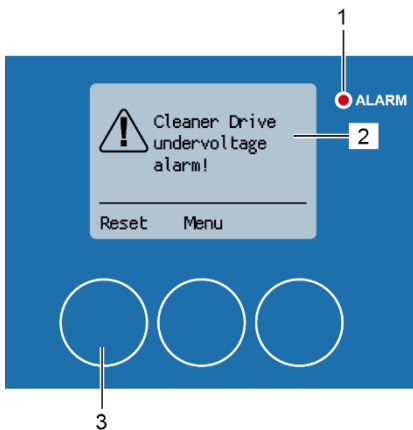

Abbildung 196: Unterspannungsalarm des Reinigerantriebs
Die Alarmmeldung „Reinigertreiber Unterspannungsalarm!“ (Abbildung 196/2) wird während des Reinigungsvorgangs angezeigt, wenn es ein Problem mit der Stromversorgung des Rotorreinigerantriebs gibt. Die rote Alarm-LED (Abbildung 196/1) leuchtet auf.
2. Setzen Sie die Alarmmeldung mit [Zurücksetzen] (Abbildung 196/3) zurück.